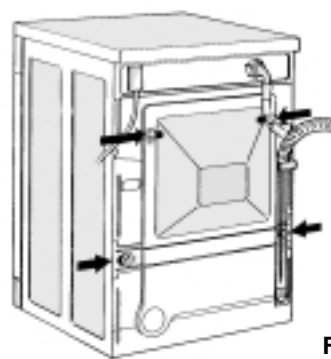

Fig. 2
1. Dévissez les vis avec l'outil fourni (Fig. 2).